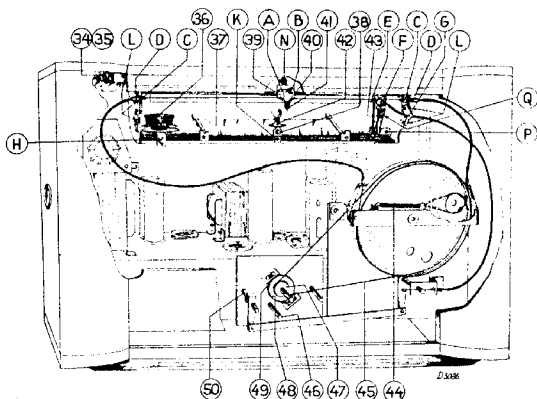
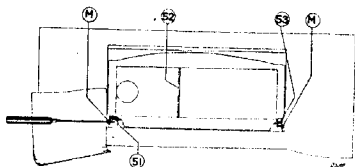

Fig. 6
Fig. 8
2. De boutjes *L* (fig. 6) een slag losdraaien en de schaal aan de voorzijde zoover naar boven drukken, dat de beide schroeven *M* (fig. 8) aan de bovenzijde van het apparaat zichtbaar worden.
3. De beide schroeven *M* geheel terugdraaien. Hierbij oppassen dat de kast niet beschadigd wordt. Het verdient daarom aanbeveling een stuk dik papier ter plaatse van de schroef op de kast te houden als aangegeven in fig. 8.
1. Kartelschroef *N* (fig. 6) uitdraaien, hierdoor komt de wijzer met het klembegeltje los en kan uit de schaal genomen worden.
Deze wordt in zijn geheel geleverd. Na uitdraaien van de schroeven *P* en *Q* (fig. 6) is het geheel makkelijk bereikbaar en kan de schuifkabel overgezet worden naar de nieuwe indicator.